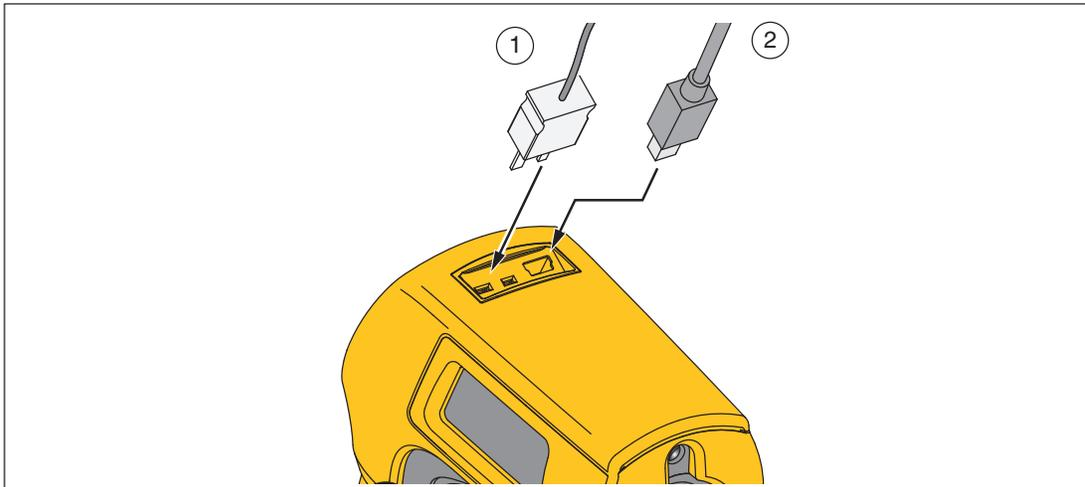

图7. 热电偶和 USB 连接
存储的数据可通过附带的 USB 连接线和 FlukeView® Forms Documenting Software 下载至个人计算机 (PC)。有关详情，请参阅 FlukeView® Forms 文档。USB 输入端口②位于产品顶部靠近外接探头输入端口①的位置（见图 7）。
该产品配备有一个珠形 K 型热电偶探头。探头通过位于产品顶部的探头输入端口与产品连接（见图 7）。